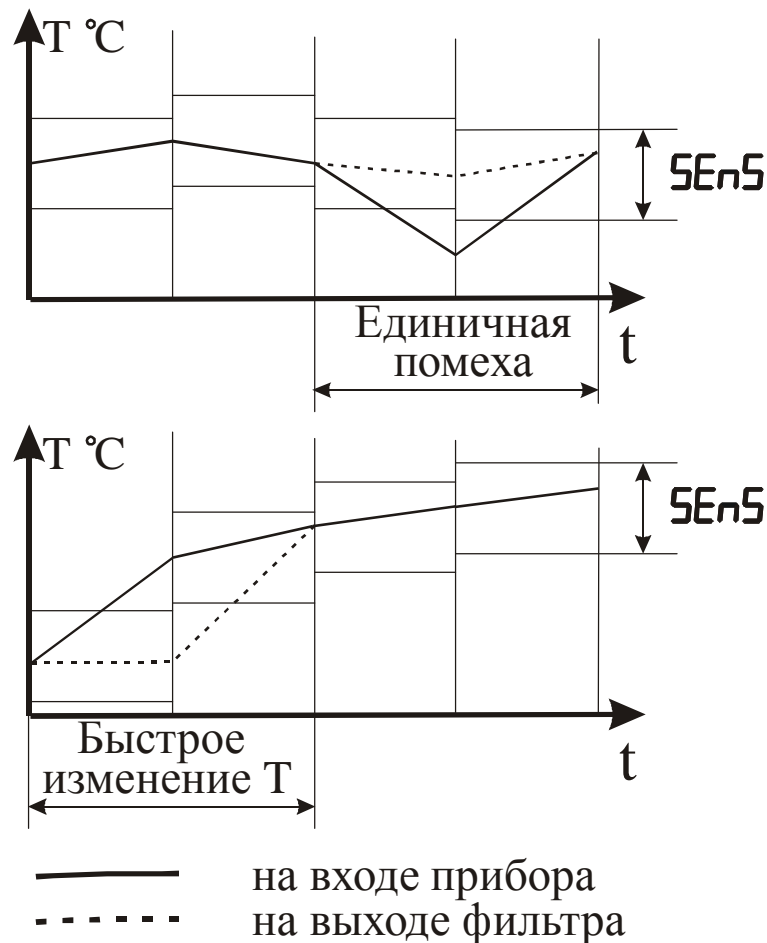

Рисунок 3.4 – Работа фильтра при воздействии случайной помехи и быстром изменении сигнала
3.3.3.8 С целью уменьшения влияния случайных импульсных помех на показания в прибор введена цифровая фильтрация. Работа фильтра описывается параметром “Полоса фильтра”. Если текущее значение температуры отличается от результатов предыдущего измерения на значение, которое превышает указанное в параметре “Полоса фильтра”, то проводится повторное измерение температуры, а на индикаторе остается старое значение (см. рисунок 3.4).